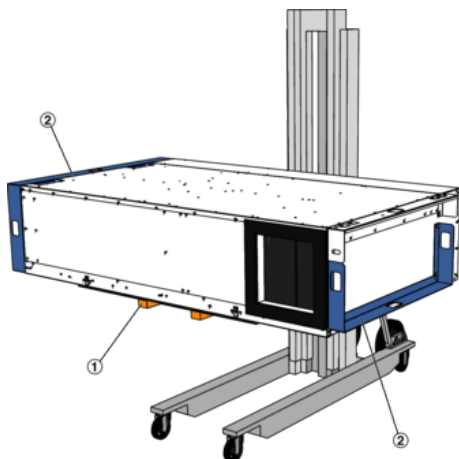

Abb. 13: Bauteil 2 auf Montagelift legen
11. ▶ Den Montagelift (Abb. 13/1) an die Stelle fahren, an der die Deckenmontage erfolgen soll. Bauteil 2 mit den Deckeln nach unten auf den Montagelift legen. Hierbei beachten, dass die lackierte Oberfläche des Gerätes nicht beschädigt wird zum Schutz z.B. Pappe zwischen Lift und Gerät legen.
12. ▶ Am Bauteil 2 die beiden Transporthilfen (Abb. 13/2) demontieren, die Schrauben wieder im Gerät einschrauben.